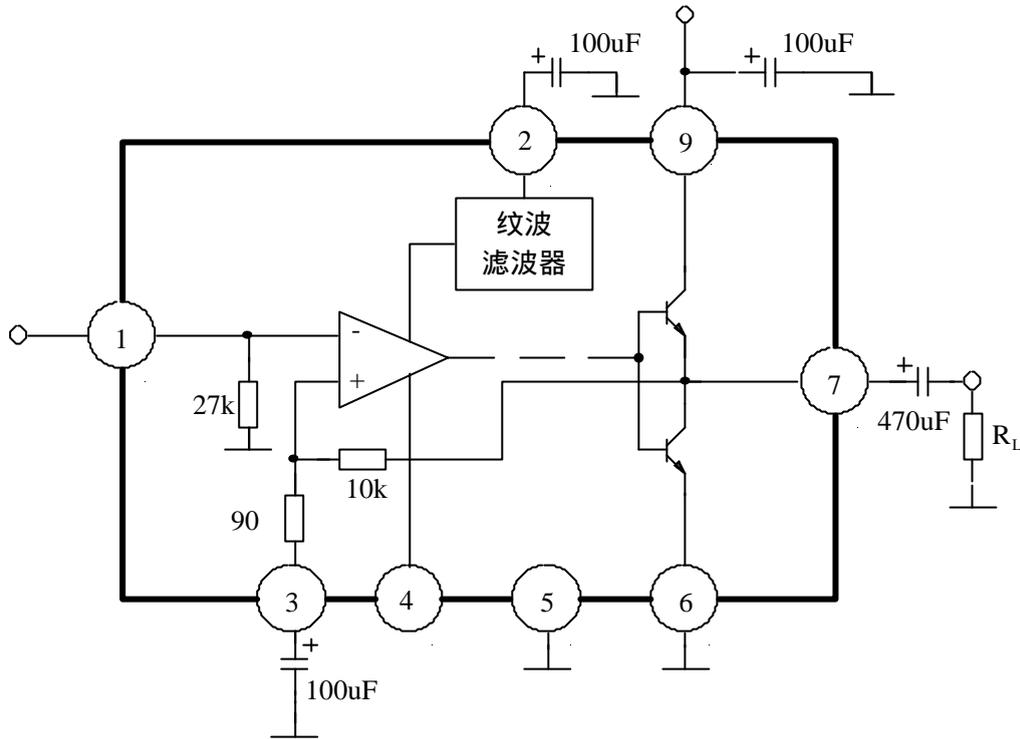

图 1
3. 纹波抑制 (R.R)：电路本身的 $R.R = -25\text{dB}$ ，但如（图 1）所示，在（2）脚加电容，R.R 将更好，为 $R.R = -45\text{dB}$ （标准）。